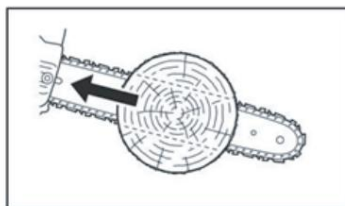

Fig 2
- Enhver af disse reaktioner kan medføre, at du mister kontrollen over maskinen og kommer i kontakt med den bevægelige kæde, hvilket kan resultere i alvorlig personskade. Som bruger af motorsav skal du tage flere skridt for at holde dine skæreopgaver fri for ulykker eller skader (fig. 2).